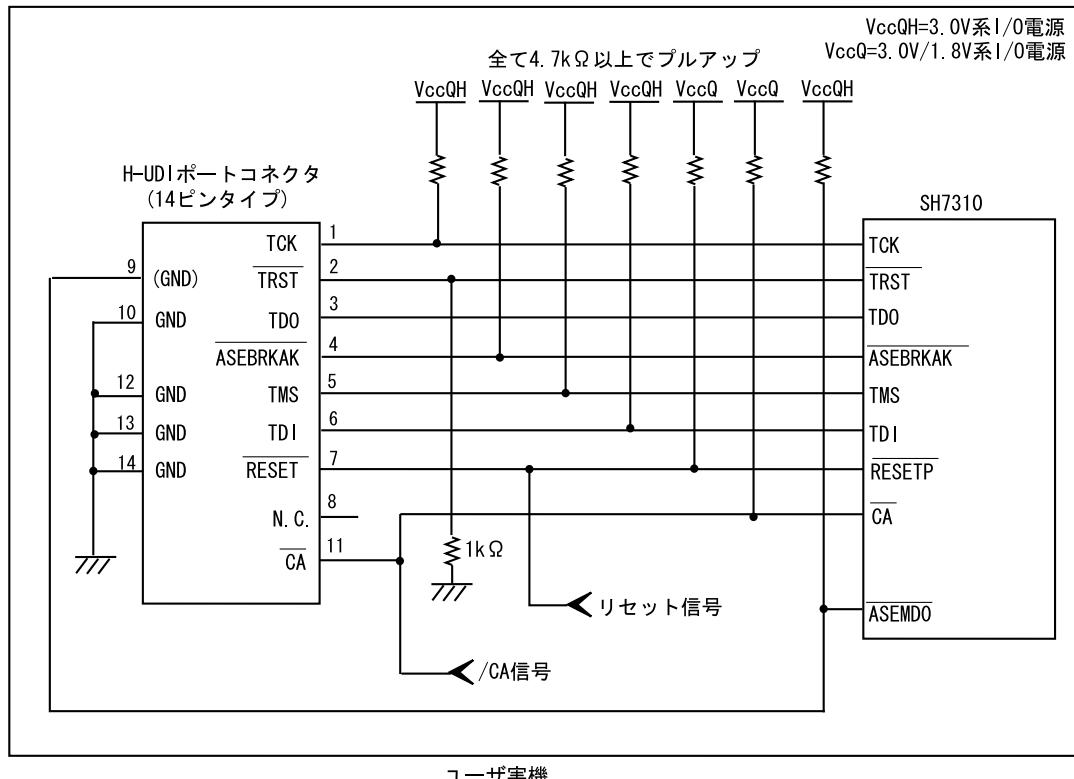

図 1.6 E10A-USB 使用時の H-UDI ポートコネクタ - チップ間の接続例
E10A-USB エミュレータ使用時の H-UDI ポートコネクタ(14 ピンタイプ)とチップ間の推奨接続例を図 1.5、UVCC 未接続時の接続例を図 1.6 に示します。
9. E10A-USB エミュレータのスイッチ(SW2=0, SW3=1 側)を切り替えることにより 11pin を /CA 端子として使用することができます。本設定では、UVCC 端子にユーザ電源を供給できませんので、ユーザインターフェースの I/O 電圧は 3.3V 固定となります。このとき、8pin は N.C.(オープン)としてください。(図 1.6 参照)
- 図 1.6 接続例で回路を組んだ場合の E10A-USB エミュレータのスイッチ設定 : SW2=0, SW3=1